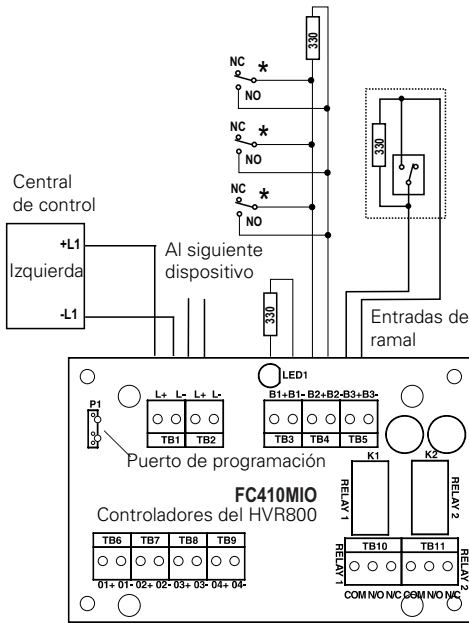

Fig. 3: Circuito de ramal (clase B), contactos normalmente abiertos. Cortocircuito = Alarma
- 4 Puede consultar los esquemas de conexiones simplificados del FC410MIO en la Fig. 3 y la Fig. 4.